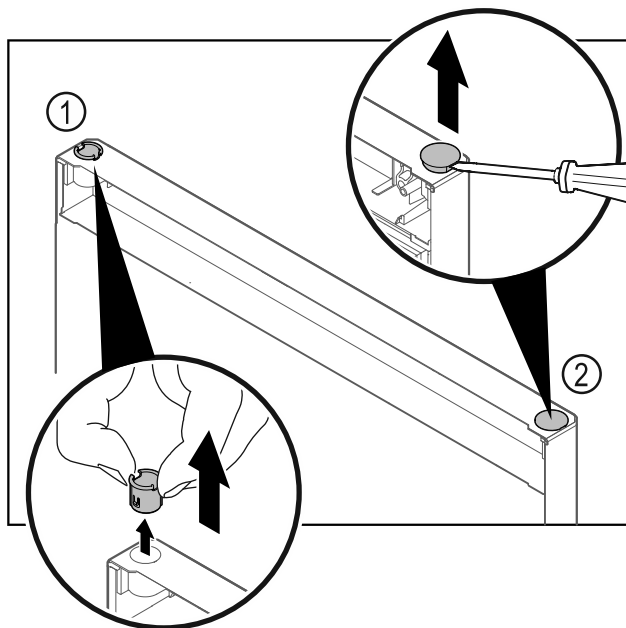

Fig. 24
- ▶ Пальцами вытяните шарнирную втулку Fig. 24 (1).
- ▶ Шлицевой отверткой осторожно подцепите и извлеките заглушку Fig. 24 (2).